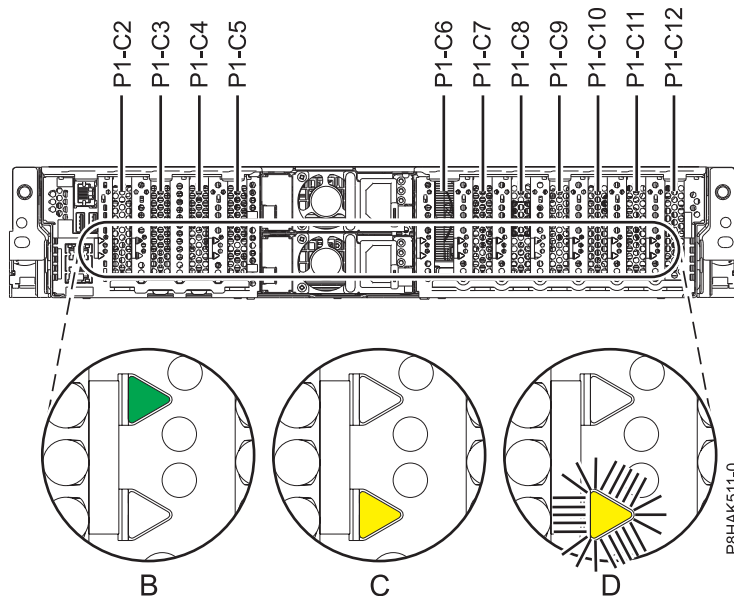

Figura 31. Ubicacions de les ranures d'adaptadors PCIe i ubicacions dels LED en un sistema 5148-21L, 5148-22L, 8247-21L, 8247-22L, 8284-21A, o 8284-22A
6. Familiaritzeu-vos amb les ubicacions de les ranures d'adaptadors PCI i els indicador de servei per a adaptadors PCI amb què vulgueu treballar. Els adaptadors PCIe s'instal·len a la part posterior del sistema. A la Figura 31 a la pàgina 51 mostra les ubicacions dels adaptadors PCIe en un sistema 5148-21L, 5148-22L, 8247-21L, 8247-22L, 8284-21A, o 8284-22A així com les ubicacions dels llums amb díode (LED) de l'adaptador PCIe.